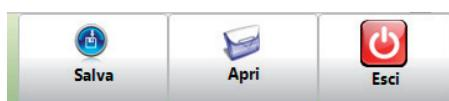

FIG. 8.1.5
6) Open / Save: allows opening and/or saving a configuration (Fig. 8.1.5). The files, which are opened or saved, have the extension “.evo”.
6) Apri / Salva: consentono di aprire e/o salvare una configurazione (Fig. 8.1.5). I file, che vengono aperti o salvati, hanno l’estensione “.evo”.